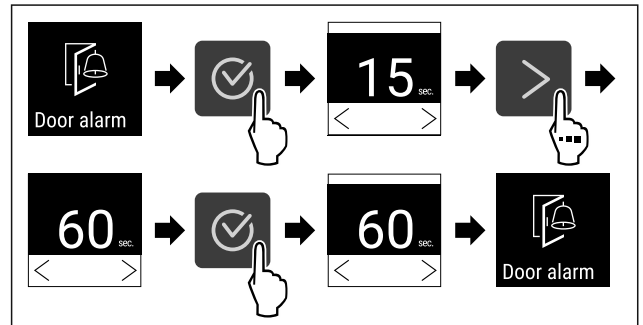

Fig. 95
► Suivre les étapes (voir Fig. 95) .